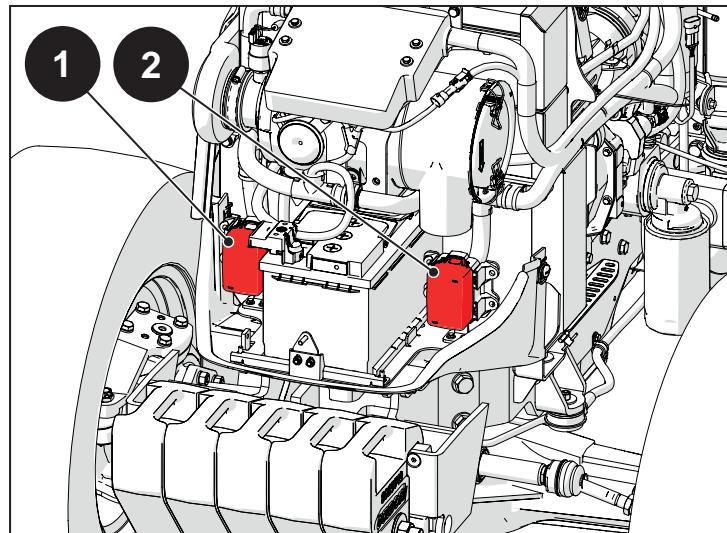

Fig. 6.50
Fonctions de la boîte à fusibles (1), figure 6.50 :
Fonctions de la boîte à fusibles (2), figure 6.50 :